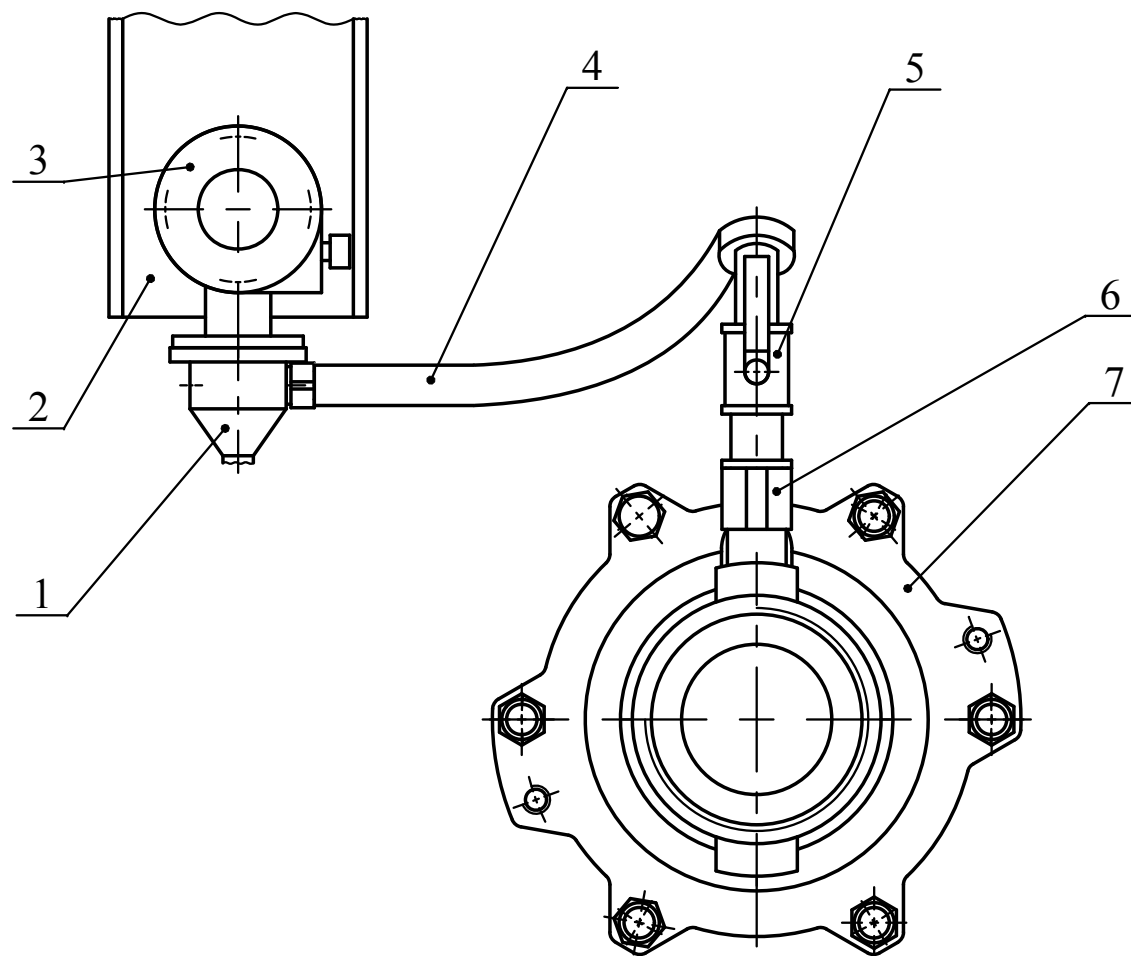

Рисунок3 Схема подключения газоструйного аппарата
- отсоединить шланг 4 (рисунок 3)
- отсоединить шланг 3 (рисунок 3);